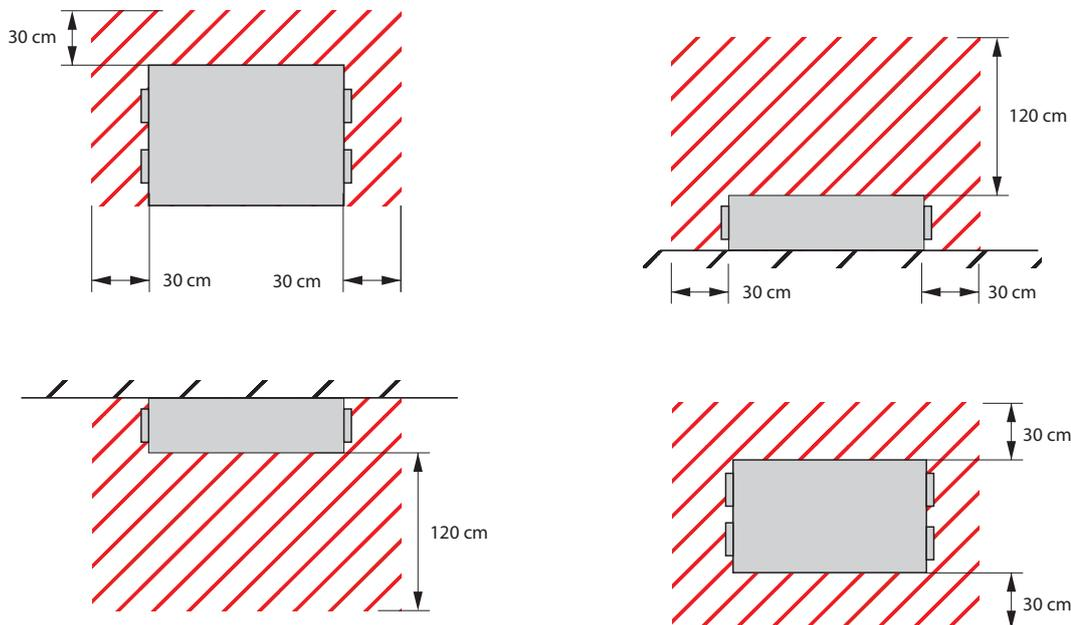

Abb. 5. Minimaler Raum für Wartung
- Nur diese Geräte können an der Decke oder an der Wand und nur in den in Abb. 5 angegebenen Positionen montiert werden.